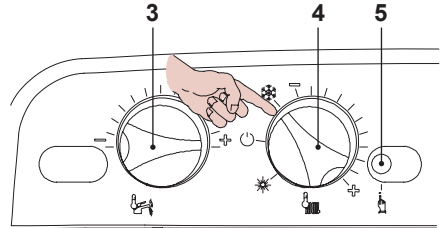
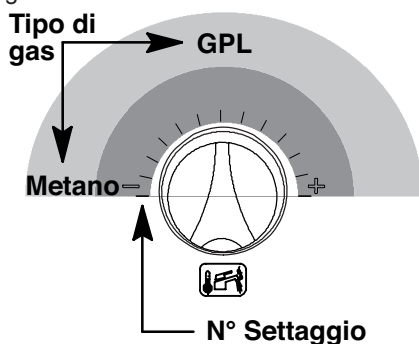
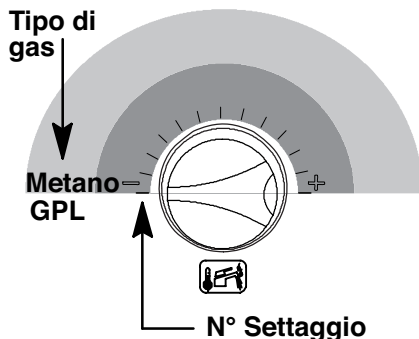

Fig. 8.2
Fig. 8.7
Fig. 8.11
- Posizionare il selettore 3 e la manopola regolazione sanitario 4 come in Fig. 8.2.
- Per settare il Tipo di gas bisogna entrare in programmazione premendo per 15 secondi il pulsante di ripristino 5 in Fig. 8.2 fino alla comparsa del parametro **P01** sul display LCD; sul display LCD compare la seguente visualizzazione (la sequenza **P01** si alterna -- -- --).
- Premere il pulsante di ripristino 5 in Fig. 8.2 per lo scorrimento dei vari parametri sino al raggiungimento del parametro **P05** valido per il settaggio del Tipo di gas; sul display LCD compare la seguente visualizzazione (la sequenza **P05** si alterna a **01**).
Esempio: Se il tipo di gas di alimentazione è il GPL (G31) e la caldaia è predisposta per il funzionamento con il gas Metano (G20) ruotare la manopola 3 in Fig. 8.2 come in Fig. 8.7.
- Premere il pulsante di ripristino 5 in Fig. 8.2 per il raggiungimento del parametro **P06** valido per il settaggio del Tipo di gas (secondo livello); sul display LCD compare la seguente visualizzazione (la sequenza **P06** si alterna a **01**).
- Per cambiare il settaggio ruotare la manopola regolazione temperatura sanitaria 3 in Fig. 8.2 e posizionarla sulla posizione prescelta vedi anche Fig. 8.11.